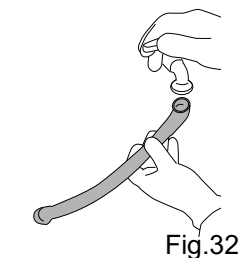

Fig.32
- Vask slangen ved å skylle den med vann (fig. 32).
- Vask slangen ved å skylle den med vann (Fig.32).